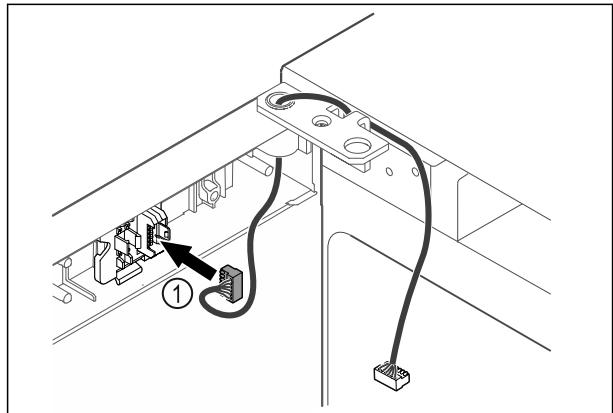

Fig. 45
- Zasuňte zástrčku Fig. 45 (1) do držiaka zástrčky.